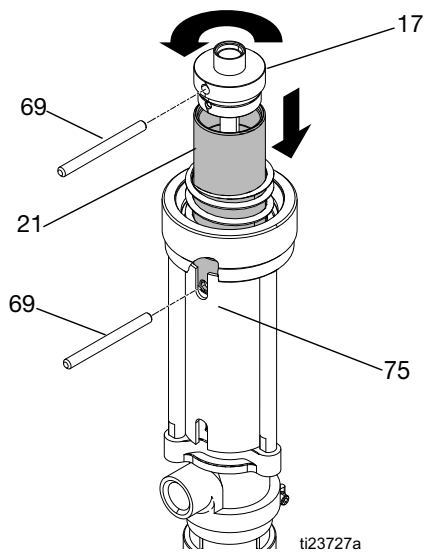

FIG. 13
- Passa in spåret i skyddet (75) mot kolvhålet och sätt i stiftvertyget (69) i kolvhålet för att hindra att kolven vrids. Använd det andra stiftvertyget (69) för att skruva av kolvlocket (17) och separera från kolven (21) för att exponera stiftet (19). Se FIG. 13.